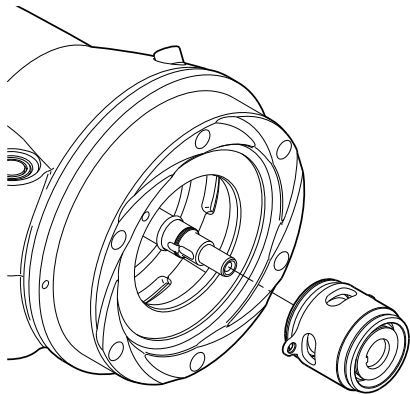

Рис. 15 Монтаж уплотнения вала, 2,6-4 кВт
3. Установите уплотнение вала (105а) на вал. Убедитесь, что штифт уплотнения вала совпадает с канавкой вала. См. рис. 15.